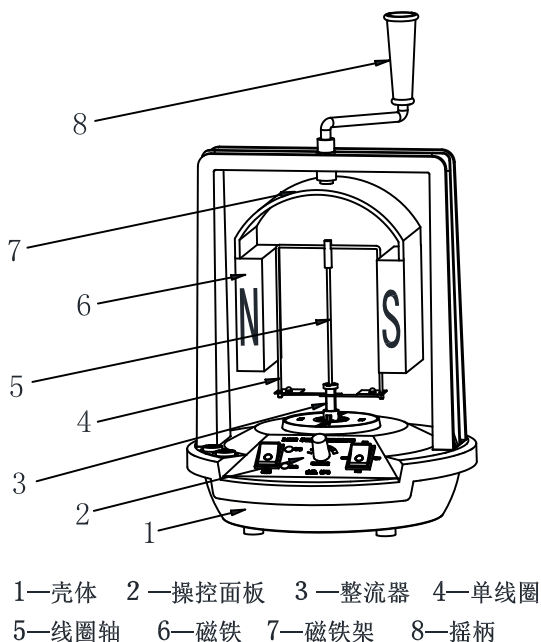

图1 单匝线圈电机原理演示器结构示意图
2、交流发电实验:线圈调整在图 1 所处位置,用手转动仪器顶部手柄带动磁铁转动形成旋转磁场,演示电表指针随磁场